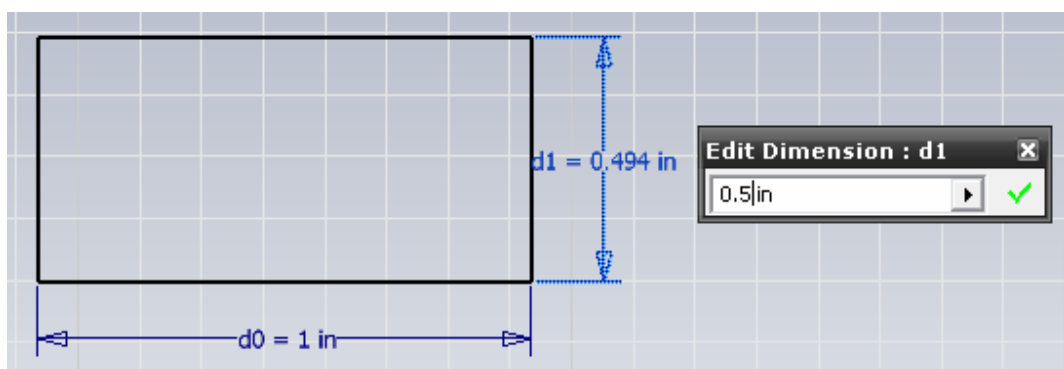

Figura 3.18B Modificación del valor numérico de una cota.
- Si desea modificar el valor de la cota, presione en dos ocasiones encima de la misma con el botón izquierdo del ratón y un cuadro de dialogo surgirá pidiendo el nuevo valor numérico del mismo, modifique y presione ENTER ó de click sobre la palomita del cuadro de dialogo, para que la modificación sea efectiva, figura 3.18B.